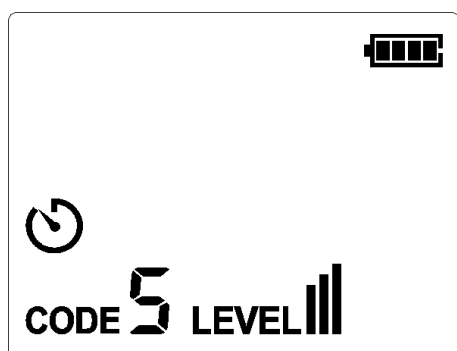

Figura 6.1.1a
2. Per impostazione predefinita, il trasmettitore è in stato di accensione (la trasmissione non viene avviata dal trasmettitore); premere brevemente il pulsante AVVIO/STOP per interrompere la trasmissione quando questa viene avviata dal trasmettitore. Quando si preme brevemente il pulsante CODICE, il simbolo CODICE lampeggia per 0,5 secondi, come mostrato nella Figura 6.1.1a.